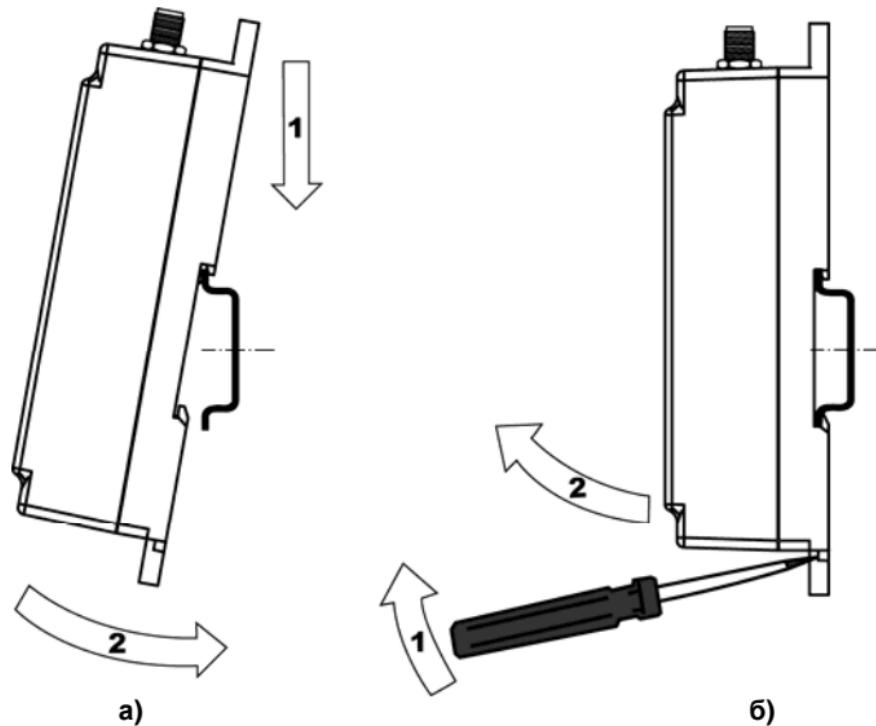

Рисунок 6.1 – Монтаж контроллера с креплением на DIN-рейку
- 3 Контроллер с усилием прижимается к DIN-рейке в направлении, показанном стрелкой 2, до фиксации защёлки (рисунок 6.1, а);
- 4 Для съема контроллера с DIN-рейки в проушину защёлки вставляется острие отвертки (см. рисунок 6.1, б), и защёлка отжимается по стрелке 1, после чего контроллер отводится от DIN-рейки по стрелке 2.